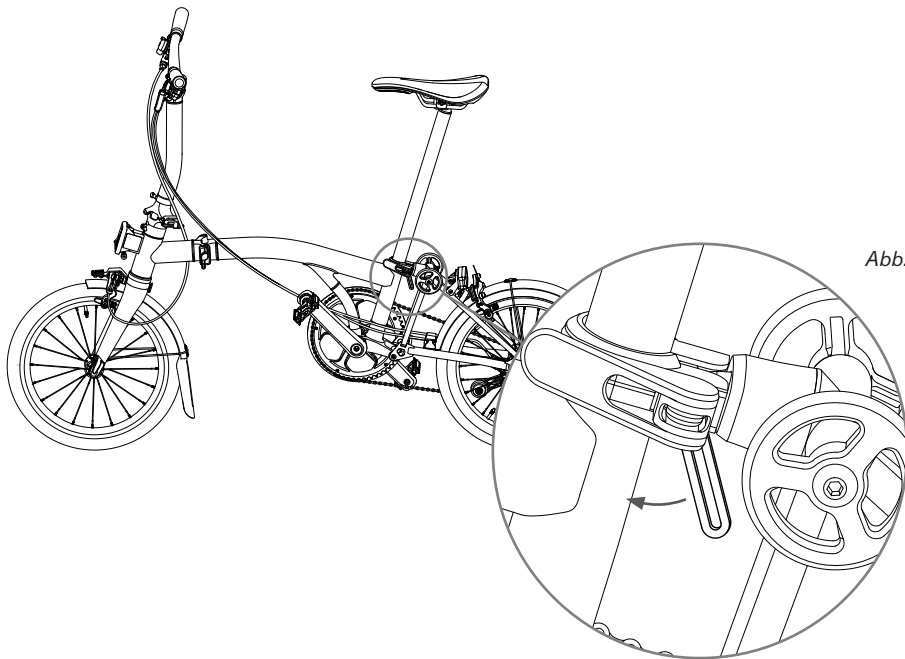

Abb. 12
- Führen Sie das innere Kabel IC in das Kabelgehäuse CH (Abb. 12) ein.
- Verwenden Sie eine Nadelzange oder etwas Ähnliches, um das Kabel durch das Gehäuse zu ziehen und vollständig in den Umwerfer (Abb. 12) einzufügen
Um den Hinterbau zu entriegeln, drücken Sie den kleinen Hebel (Abb. 12) nach vorne und heben das Fahrrad hoch, sodass sich der Haken vom Gummiblock löst und das Hinterrad unter den Rahmen schwingt. Senken Sie das Fahrrad wieder in die Parkposition.